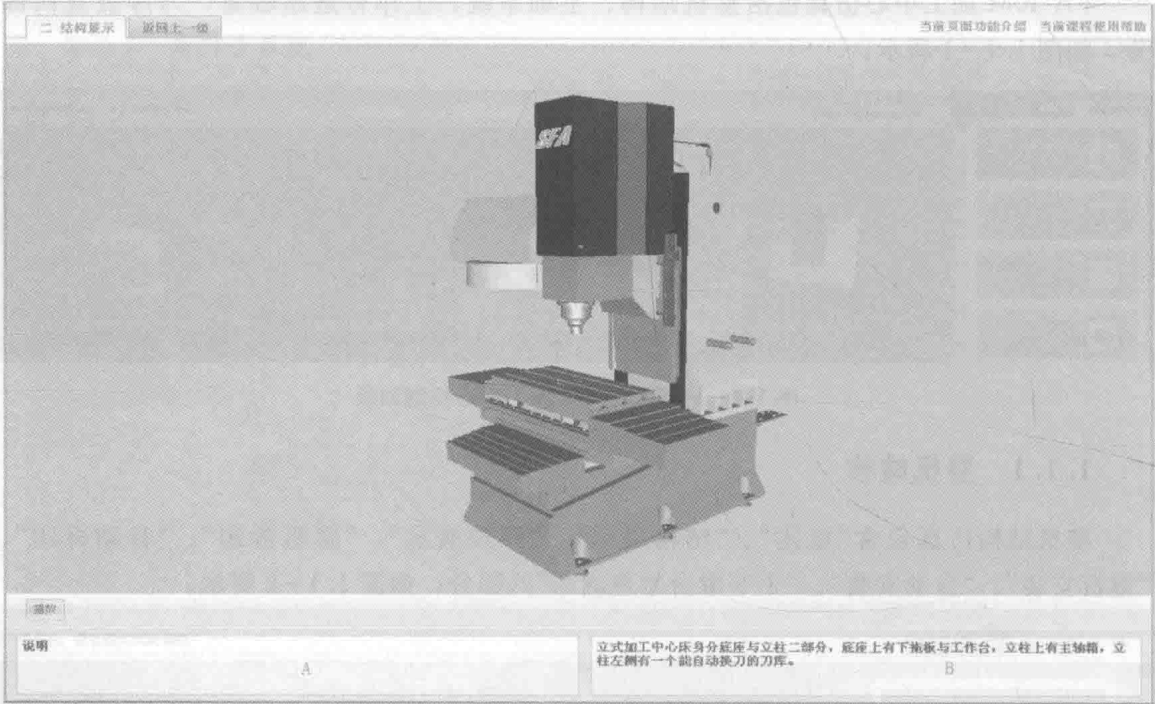

图 1.1-4 结构展示
2. 结构展示 用鼠标点击“结构展示”，即出现加工中心整机结构展示页面，如图 1.1-4 所示。